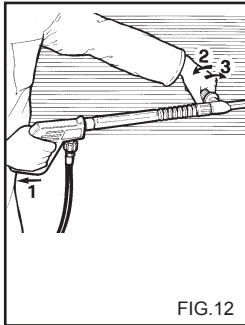
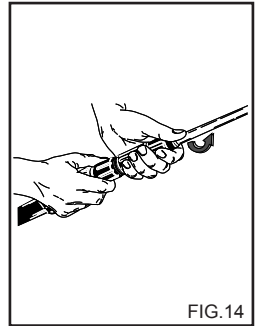

FIG.12
FIG.14
**ANVENDELSE AF DET DOBBELTE SPYD ELLER JUSTERBARE HOVED. (fig. 12)**
- 2) Fjern forlængeren fra håndtaget og påsæt det dobbelte spulerør eller spulerøret med det roterende hoved (fig. 14), start højtryksrenseren og sugefunktionen til sæbe på spulerøret (fig. 12, 13) og fugt overfladen, som skal renses, nedefra og oppefter. Lad det virke i nogle minutter.